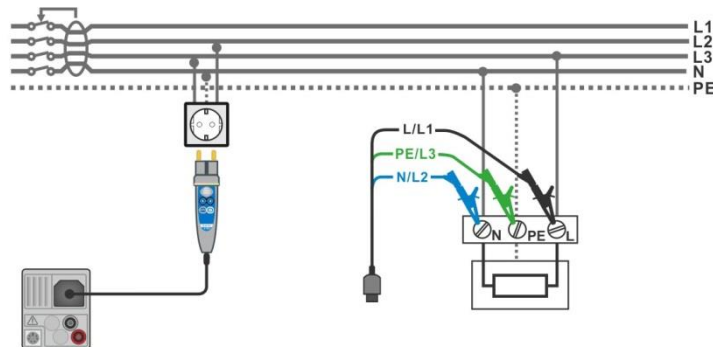

Figura 8.7: Medición AUTO TN (RCD)
- Conecte las puntas de prueba o el Commander al objeto a prueba (vea la **Figura 8.7**.)